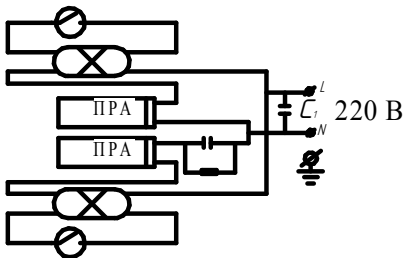

Рисунок 1
4.1 Светильники состоят из корпуса в сборе поз.1; панели в сборе поз.2 на которой выполнен монтаж электрической схемы светильника; рассеивателя поз.3; скоб поз.4 для подвеса на горизонтальную поверхность; замков поз.5 (см.Рис.1).